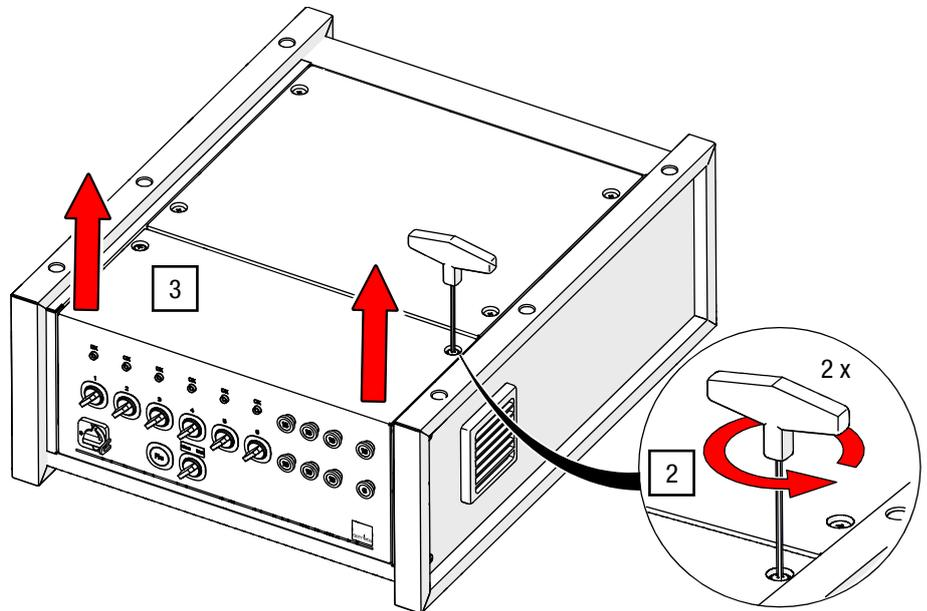

Abb. 20: Bedienfeld lösen und anheben
Steuerung G-FRAME	<ul style="list-style-type: none"> · Das Bedienfeld ist an der Frontseite der liegenden Steuerung montiert (siehe Abb. 20). · Die Steuerung ist vom Netz getrennt.
2. Lösen Sie das Bedienfeld mit dem ISK SW 3 an beiden Seiten (siehe Abb. 20).
3. Heben Sie das Bedienfeld von dem Steuerungskasten an (siehe Abb. 20).